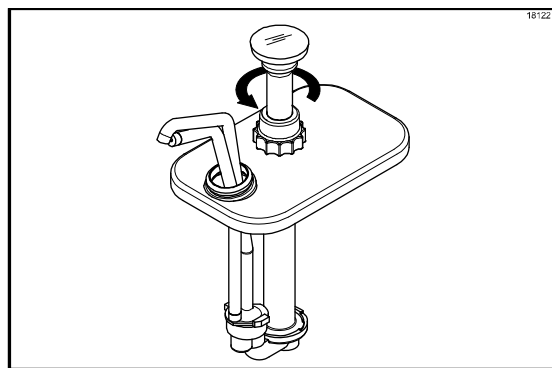

Рисунок 72
3. Снимите узел плунжера с корпуса насоса, поворачивая плунжерную гайку против часовой стрелки. (См. рис. 72)